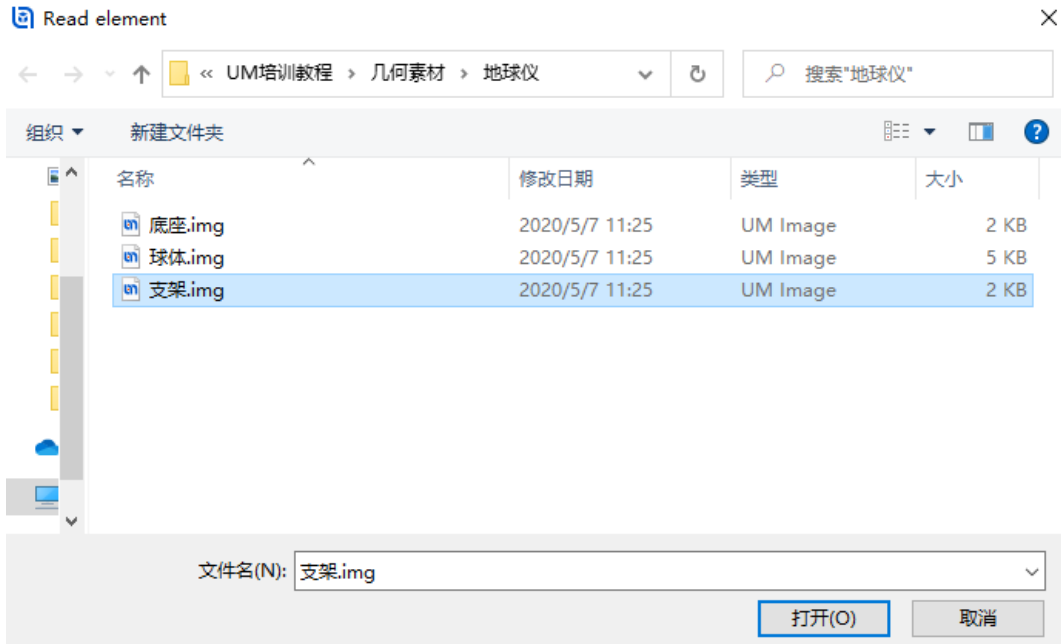

图 2-16
- 1) 选择主菜单 **Edit** → **Read from file**，定位到路径“D:\UM 培训教程\几何素材地球仪”，选中**支架.img**，点击**打开**，如图 2-16。